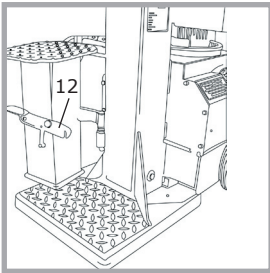
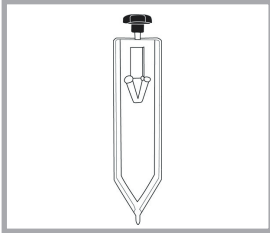

Abb. 9
Abb. 15
Längere Holzstämmen (ab 550 mm bis 900 mm) müssen zunächst angespalten werden. Dazu muss der Schwenktisch zur Seite geschwenkt werden (siehe Abb. 9).
Bevor Sie einen neuen Holzstamm auf die Fußplatte stellen, müssen Sie den Schwenktisch wieder wegschwenken (siehe Abb. 9) und die Fußplatte ggf. säubern.
**Die Spaltkeilverlängerung** (siehe Abb. 15) **ist Grundausrüstung.**
Mit Hilfe der Spaltkeilverlängerung (siehe Abb. 15) kann Meterholz auf der Grundplatte durchgespalten werden (siehe Pkt 5.11, Abb. 9, 10 und 11).